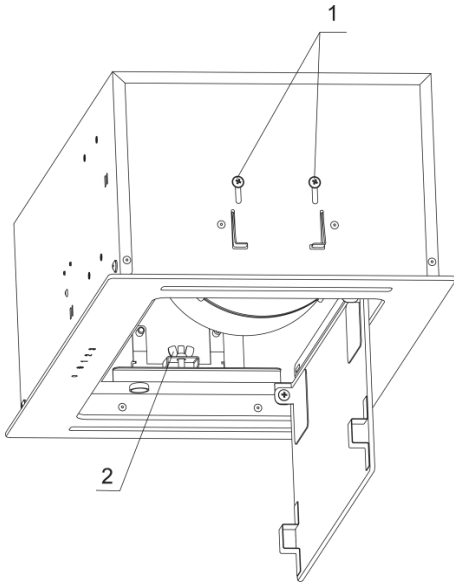

Рис.5
6.5.1 Викруткою, відпустіть з обох сторін на 0,5 оберту чотири гвинти (позиція 1 рис.5). Після цього відкрийте внутрішнє скло і витягніть жируловлюючий алюмінієвий фільтр.
6.5.2 Рукою, по обидва боки, відкрутіть на 5 обертів (повністю не відкручувати) гайку барашкову (позиція 2 рис.5).
6.5.3 Вставте витяжку в прорізаний прямокутний отвір, злегка натиснувши пружні зажими. Рукою, по обидва боки, закрутіть гайку барашкову (позиція 2 рис.5) до повного прилягання витяжки до дна нижньої полиці навісний меблевої шафи.